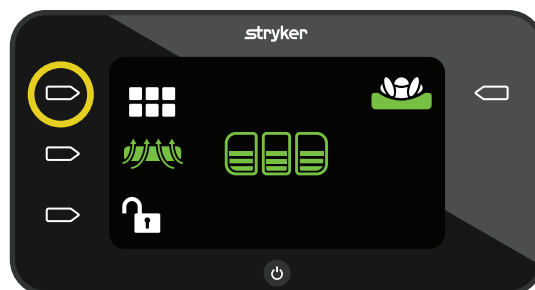

Figura 22 – Ecrã principal
1. No ecrã principal, prima o botão de **Ação** perto do ícone **Modo** (Figura 22).